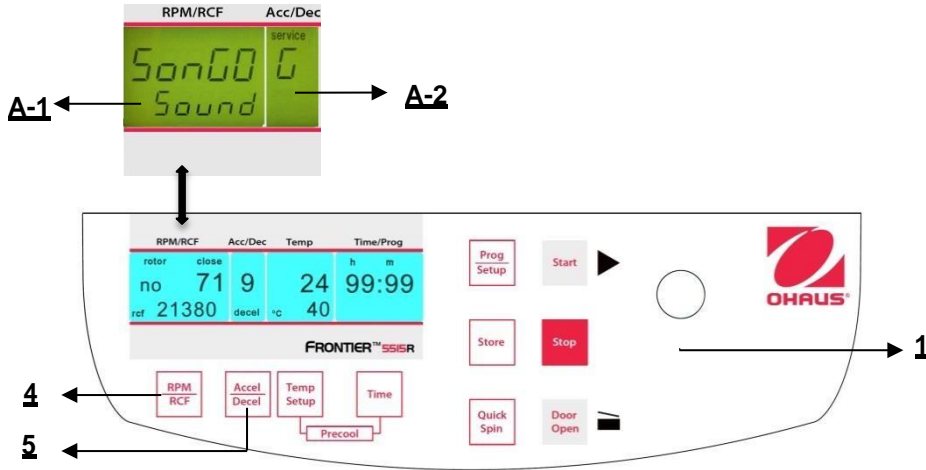

Figura 35
Procedere come descritto al punto 4.1.2 per inserire questa modalità programma e poi premere il tasto "Accel/Decel" (5). Sul display "Acc/Dec" (A-2) lampeggia la parola "Service". Selezionare adesso la lettera "G" con la manopola di regolazione (1). Di conseguenza, sul display "RPM | RCF" (A-1), appare la parola "V SonGo/Sound". Dopo aver premuto il tasto "RPM | RCF" (4), è possibile selezionare una suoneria con la manopola di regolazione(1). (Vedere figura 35)